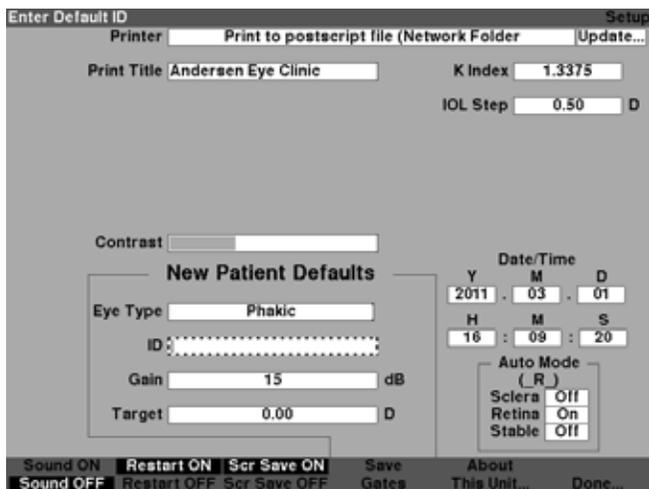

Figura 5-47 Campo de ID padrão ativado
2. Pressione o botão giratório ou o botão \surd para ativar o campo, indicado pela borda tracejada conforme mostrado na Figura 5-47.